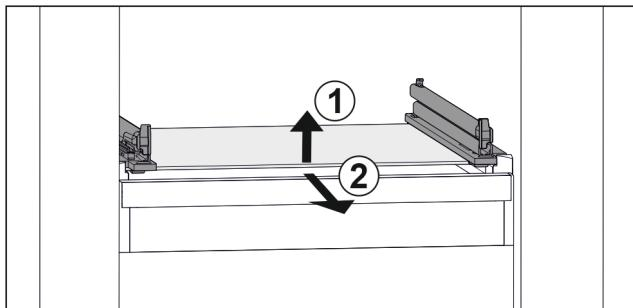

Fig. 116 Príklad zobrazenia sklenenej dosky
- Nadvihnite sklenenú dosku vpred. Fig. 116 (1)
- Odoberte sklenenú dosku dopredu. Fig. 116 (2)